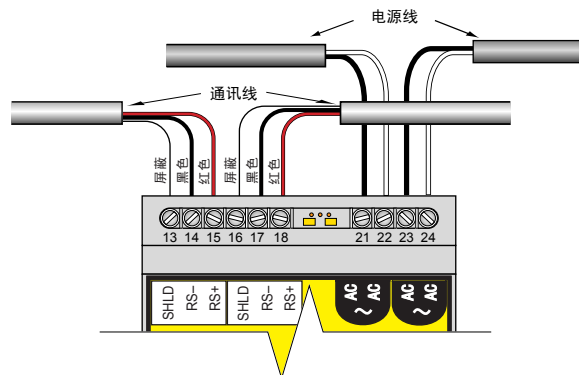

图3: 电源与遥测连接
TTSIM-2模块可通过RS-485屏蔽双绞遥测电缆传输所有的报警与状态信息。电源/遥测电缆四根导线中的两根用于进行遥测，其它两根导线可用于供电。或者，也可通过独立布线供电，如图3所示。
- 将芯线绝缘层剥开，露出长约6毫米（1/4英寸）的导体，并根据下表进行连接。（见图3）